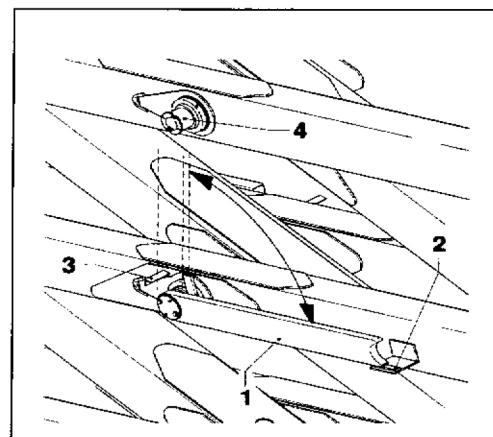

Fig. 22 Sikkerhedsstang
- Alle smørepunkter skal smøres i henhold til planen (Fig. 22).